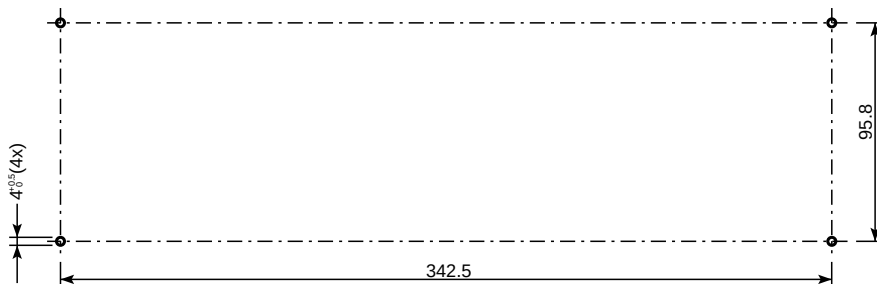

Fig. 6
- Sur une table. Pour cela, percez quatre trous dans la table selon la Fig. 6 et fixez l'UCA au moyen de quatre vis M3.